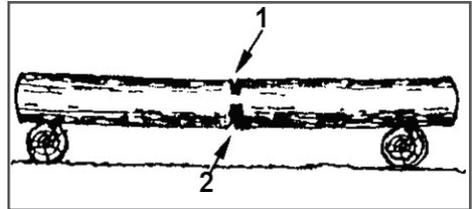

Рис. 12 Пропилы при раскряжевке дерева на двух опорах
- Бревно лежит на двух опорах (Рис. 12). Разгрузочный пропил (1) на 1/3 бревна делается сверху. Основной пропил (2) делается снизу навстречу разгрузочному пропилу.